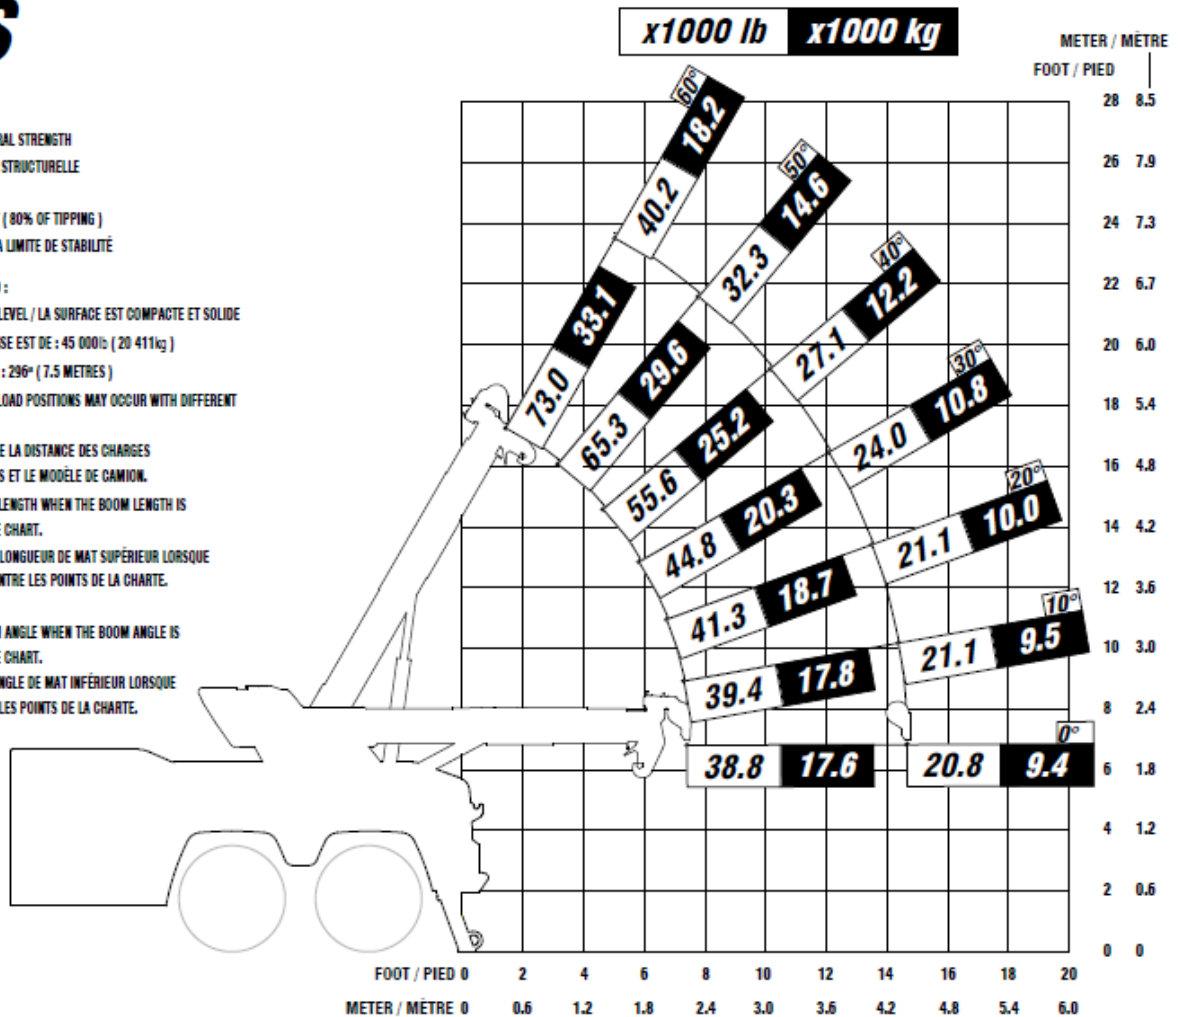

FIGURE 13 – CAPACITÉ DE LEVAGE DU MODÈLE 30CS
- Figure 13 — Capacité de levage du modèle 30CS